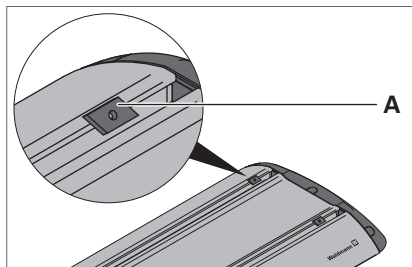

Fig. 5: Insérer les écrous de glissement.
- Insérez les quatre écrous de glissement **A** livrés dans les rainures en T du luminaire, voir Fig. 5.